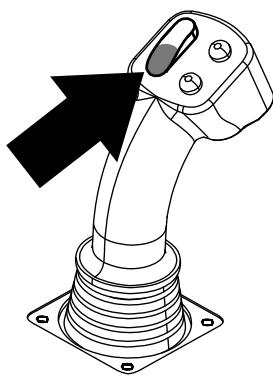

Bild 27
3. Halten Sie den unteren Teil des Kippschalters (Bild 27), bis die Nocke sich zur ausgewählten Reihe dreht und der Rohrlader das Rohr in die Öffnung absenkt (Bild 28).